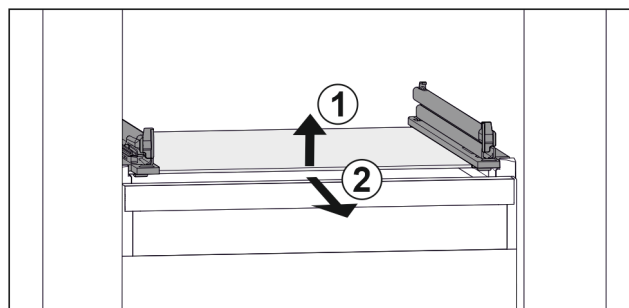

Fig. 153 Примерное отображение стеклянной пластины
- ▶ Приподнимите стеклянную пластину спереди Fig. 153 (1)
- ▶ Извлеките стеклянную пластину движением вперед Fig. 153 (2)